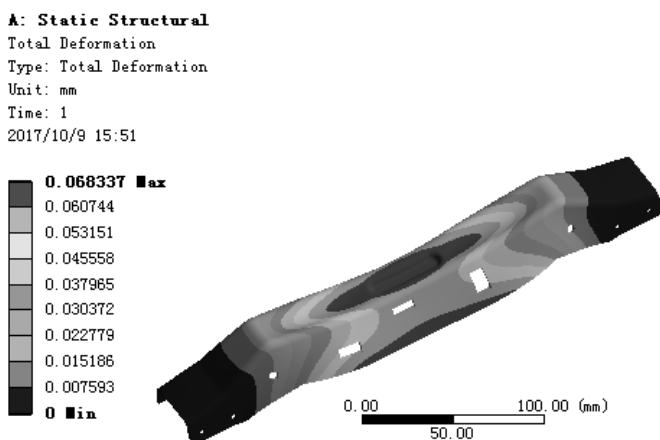

图 9.5.19 位移变形结果图解
(3) 查看位移变形结果图解。在“Outline”窗口中选中  Total Deformation，查看图 9.5.19 所示的位移变形结果，其最大位移为 0.068337mm。